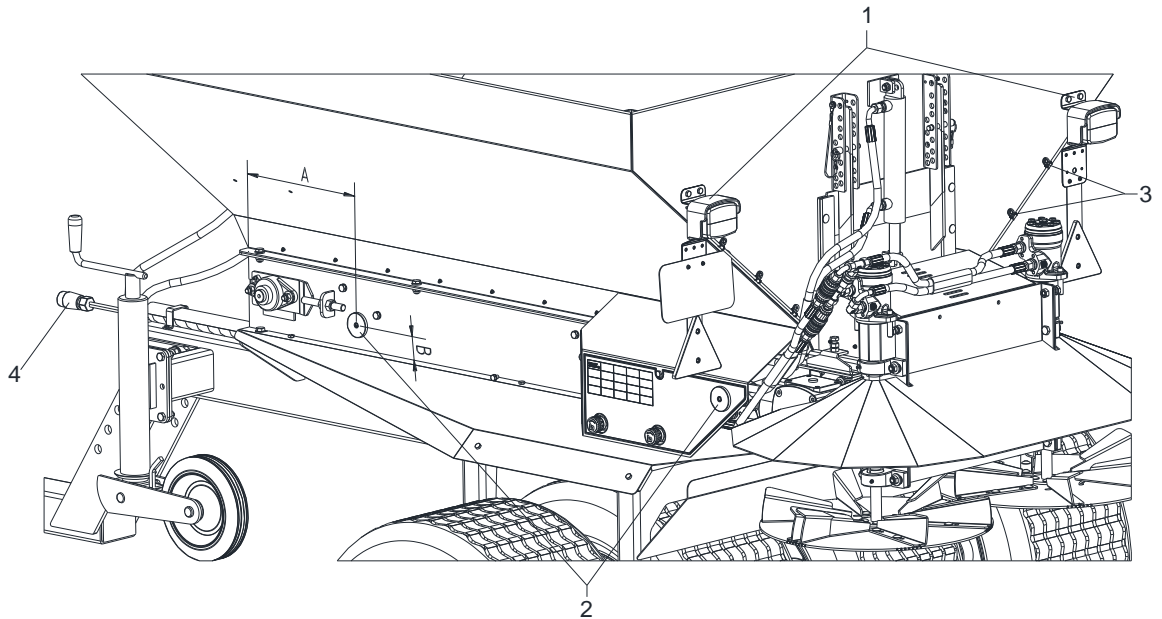

Bild 21 Beleuchtungsanlage
1. Befestigung der Reflektoren (Bild 21/2):
An der Schutzhaube und an der Bänderinheit mit Maß A (Bild 21/A) 360 mm (14,17“) und Maß B (Bild 21/B) 60 mm (2,36“) vorne beidseits und auf der Gegenseite von hinten mit Blindnieten 5x16 anbringen.
2. Befestigung der LED-Beleuchtungseinheit (Bild 21/1):
Die Beleuchtungseinheit (Bild 21/1) wird an der Trichter-Rückwand des Tellerstreuers mithilfe von Sechskantschrauben M8x12 und Sechskantmuttern M8 befestigt.
3. Das Elektrokabel mit 7 poligem Stecker (Bild 21/4) wird mithilfe der Befestigungsschellen (Bild 21/3) fixiert und unter der Radabdeckung nach vorne geführt.
4. Die Beleuchtungseinheit wird für die 12V Spannungsversorgung über einen sieben poligen Stecker (Bild 21/4) mit dem Zugfahrzeug verbunden werden.